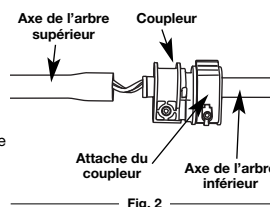

Fig. 2
2. Dépliez l'appareil de façon à ce que l'arbre inférieur soit aligné à l'arbre supérieur (Fig. 2).
**REMARQUE :** Assurez-vous que l'attache du coupleur est dans la position serrée et que le coupleur soit en haut sur l'arbre inférieur (Fig. 2).